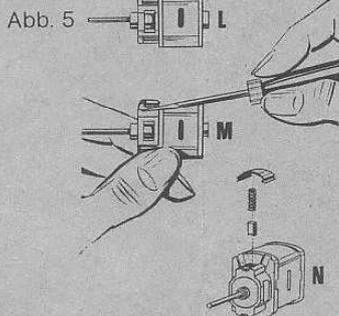

Abb. 5
Motor wie beschrieben abnehmen. Bürstenhalterdeckel abhebeln M (Abb. 5). Vorsicht, daß kleine Druckfeder nicht verlorengelht (N). Beim Einsetzen der neuen Bürsten darauf achten, daß Rundung der Kontaktflächen der Kollektor-Rundung entspricht.